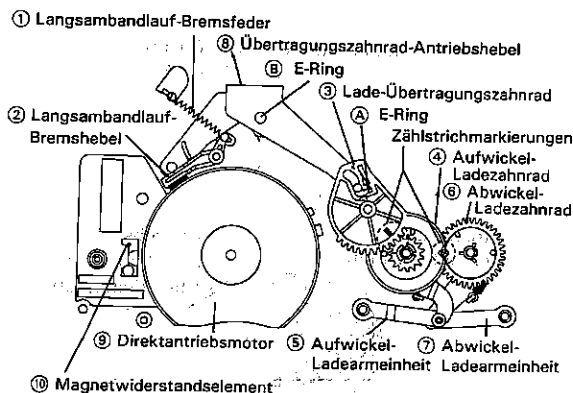

Abbildung 1-31.
2. Beim Einbauen die Zählstrichmarkierungen ausrichten (siehe Abb. 1-31).
- Den Übertragungszahnrad-Antriebshebel in den Entladezustand bringen (siehe Abb. 1-31).
- Den Übertragungs-Schalthebel ④ auf das Hauptchassis setzen. Der Schalthebel muß der Rückwärtsführungs-Federöffnung im Hauptchassis angepaßt werden. Danach den Hauptnocken so positionieren, daß der abgeschnittene Teil der Nabe ③ in Pfeilrichtung ④ weist.
- Den Halb-Ladehebel ① so positionieren, daß sein Nockenstößel in der äußersten Nockennut liegt. Nun den E-Ring ① anbringen.